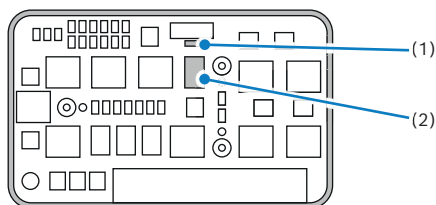

Imagen 6
23. Instale el relé (2) y el fusible (1) (Imagen 6).